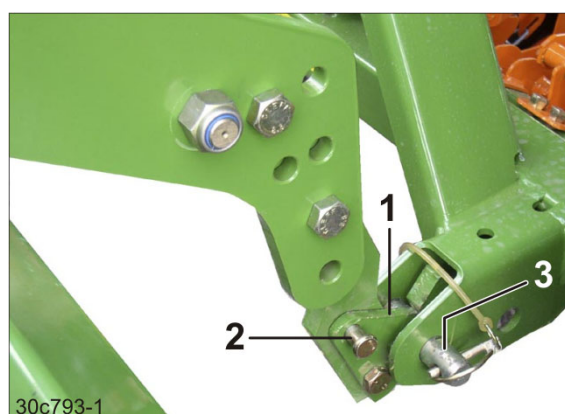

Рис. 89
2. Разблокируйте предохранительные пластины (Рис. 89/1).
- 2.1 Извлеките пальцы (Рис. 89/2).
5. Соедините нижние шарнирные соединения (Рис. 89/3) сеялки с захватными крюками.
7. Поверните предохранительные пластины (Рис. 89/1) и закрепите их пальцами (Рис. 89/2). Застопорите пальцы пружинными фиксаторами.